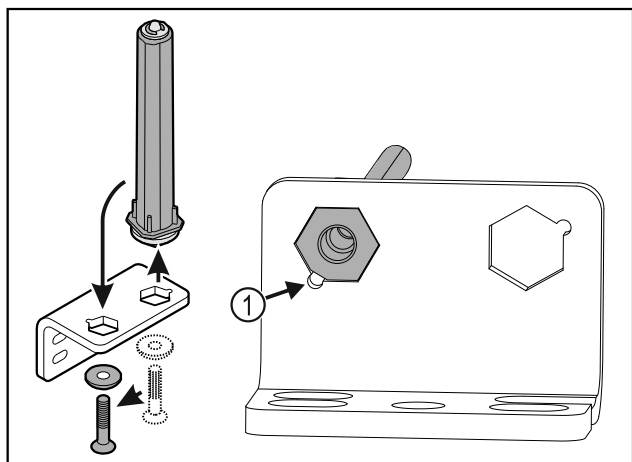

Fig. 24
- ▶ Ügyeljen arra, hogy felhelyezéskor a csapszeg élettörése Fig. 24 (1) a kerek furat felé mutasson.